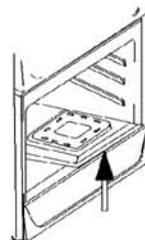

Figure 4
b) Changement de l'injecteur du brûleur du four (Figures 4, 5, 6, 7)